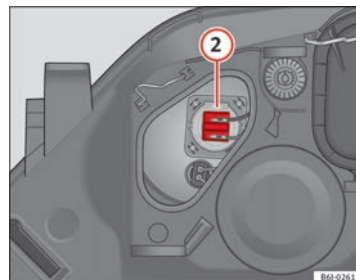

Fig. 160 Abbaglianti
- Estrarre il connettore ⇒ fig. 160 ② tirando verso l'esterno.